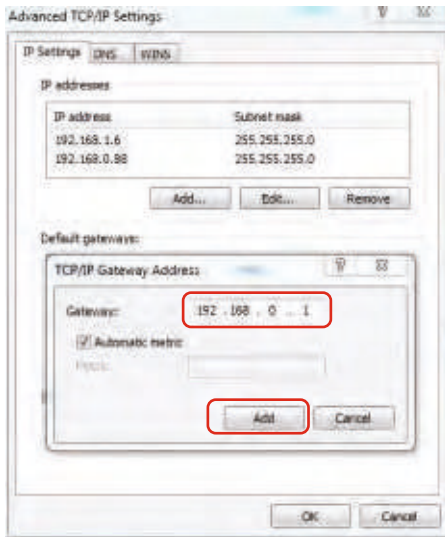

Fig. 6.11
- (5) Inserire l'indirizzo gateway nella finestra "TCP/IP Gateway Address", click "Add" (vedere Fig. 6.11).